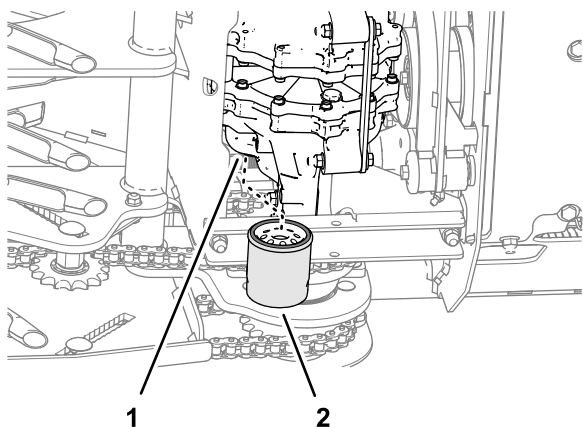

Figura 56
4. Individuate i 2 filtri sotto le trasmissioni (Figura 56).
6. Rimuovete i filtri e lasciate spurgare il fluido dal sistema di trasmissione (Figura 56).
2. Girate i filtri in senso orario finché le guarnizioni in gomma non toccano gli adattatori, quindi serrate i filtri di altri 2/3 - 3/4 di giro (Figura 56).